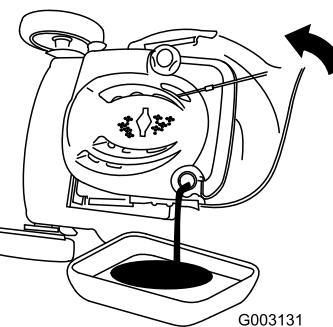

Bild 37
7. Kippen Sie die Maschine zur Seite, der Einfüllstutzen zeigt nach unten, um das Altöl über den Einfüllstutzen in eine Auffangwanne abzulassen (Bild 37).